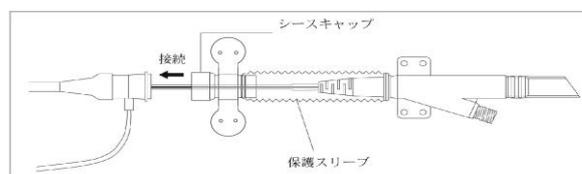

図 6. 保護スリーブ
- (3) 分岐部のガス用チューブから空気抜きシリンジを外し、駆動ガス用チューブの白いコネクタ側を分岐部のガス用チューブに接続する。
- (4) ゲティンゲグループ・ジャパン社駆動装置に接続する場合は専用アダプタ付き駆動ガス用チューブの専用アダプタ側を駆動装置に接続する。テレフレックス社駆動装置、泉工社駆動装置と接続する場合、該当するアダプタをゼオンメディカル社製駆動ガス用チューブの後端(“装置側”ラベル側)に接続し、アダプタを駆動装置に接続する。
- (5) 各社の駆動装置の添付文書等に従い、バルーン回路内のヘリウム置換を行う。
- (6) 駆動を開始する。X 線透視下にてバルーンが十分拡張していることを確認すること。
- (7) バルーン先端位置を X 線透視下にてよく確認する。
- (8) シース挿入の場合で保護スリーブを用いる際には、先端のシースキャップの部分をシースボディにはめ込む。(図 6 参照)